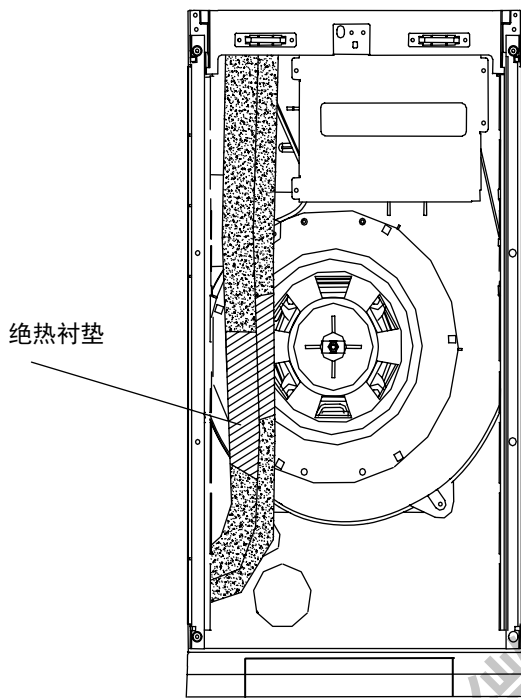

图 10
3. 将粗管和细管从接管孔穿入室内机并与室内机的大小管接头接好, 在接头处分别用绝热衬垫将其包扎好(图 10)。